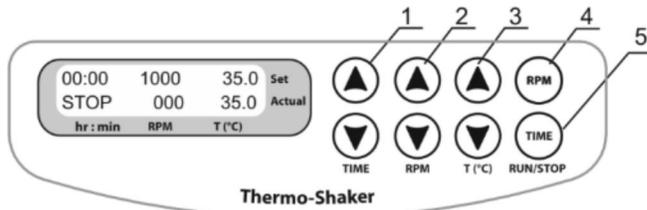
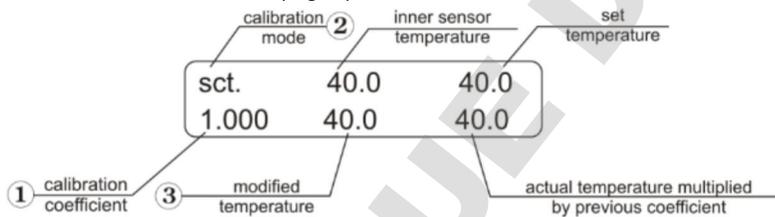

Fig.3 Panneau de configuration
Fig. 5 Panneau de configuration en mode de calibrage
- 4.3. **Réglage de la durée (TIME).** Utilisez les touches **TIME ▲** et **▼** (Fig. 3/1) pour programmer l'intervalle de durée de travail souhaitée en heures et en minutes (intervalle d'incrémentations de 1 min). Appuyez sur la touche pendant plus de 3 secondes pour augmenter l'incrémentations.
- 4.4. **Réglage de la vitesse (TPM).** À l'aide des touches **RPM ▲** et **▼** (Fig. 3/2), programmez la vitesse requise (intervalle d'incrémentations 10 tpm.). Appuyez sur la touche pendant plus de 3 secondes pour augmenter l'incrémentations.
- 4.5. **Réglage de la température (T (°C)).** Utilisez les touches **T (°C) ▲** et **▼** (Fig. 3/3) pour régler la température nécessaire (intervalle d'incrémentations de 0,1 °C). Appuyez sur la touche pendant plus de 3 secondes pour augmenter l'incrémentations.
- 4.7. Appuyez sur la touche **RPM-RUN/STOP** (Fig. 3/4). Le bloc thermostaté se mettra à tourner et l'indicateur du minuteur commencera à décompter l'intervalle de temps (précision de 1 minute).
- 4.10. Il est possible de redémarrer le minuteur en cours de fonctionnement, si nécessaire. Appuyez une fois sur la touche **TIME-RUN/STOP** (Fig. 3/5) pour arrêter le minuteur. Appuyez de nouveau sur la touche **TIME-RUN/STOP** pour redémarrez le minuteur.
**Attention !** Une fois que la durée programmée s'est écoulée, le mouvement du bloc thermostaté s'arrête automatiquement. En revanche, le chauffage s'arrête uniquement manuellement en utilisant la ▼ touche **T (°C)** (Fig. 3/3 - touche du bas) pour diminuer la température jusqu'à ce que l'indication OFF apparaisse dans la ligne supérieure (Set) de l'écran.
- 5.2. Pour entrer le coefficient de calibrage, maintenez la touche **TIME-RUN/STOP** (Fig. 3/5) appuyée pendant plus de 8 s pour activer le mode de calibrage. Le coefficient de calibrage s'affichera sur l'écran (Fig. 5/1).
- 5.3. Entrez la valeur 1,000 en utilisant les touches ▲ et ▼ (Fig. 3/3) pour rétablir les paramètres d'usine conformément à la figure 5/1.
- 5.9. Maintenez enfoncée la touche **TIME-RUN/STOP** (Fig. 3/5) pendant plus de 8 secondes pour activer le mode de calibrage. Les paramètres suivants s'afficheront sur l'écran (Fig. 5) :
- 5.10. Utilisez les lectures de température avec coefficient multiplicateur pour déterminer la nouvelle valeur de température. En utilisant les touches **Temp.** « ▲ » et « ▼ » (Fig.3/3), modifiez le coefficient de calibrage (Fig.6A/1) pour que la nouvelle valeur de température (Fig.6A/2) corresponde à la température du capteur autonome. Prenons l'exemple d'un coefficient de calibrage de 0,974 (dans la plage : ente 0,936 et 1,063 ; intervalle d'incrémentacion de 0,001).
- 5.11. Une fois le calibrage terminé, appuyez une fois sur la touche **RPM-RUN/STOP** (Fig. 3/4) pour sauvegarder les changements et sortir du mode de calibrage.